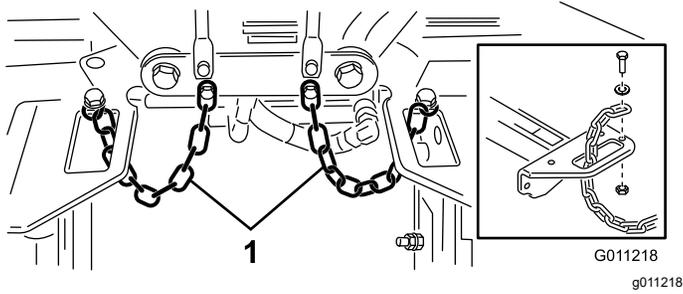

Figura 23
4. Faça passar uma corrente de controlo pela ranhura na extremidade de cada estrutura de suporte. Fixe a corrente de controlo à parte superior da estrutura de suporte com um parafuso, uma anilha e uma porca de bloqueio (Figura 23).